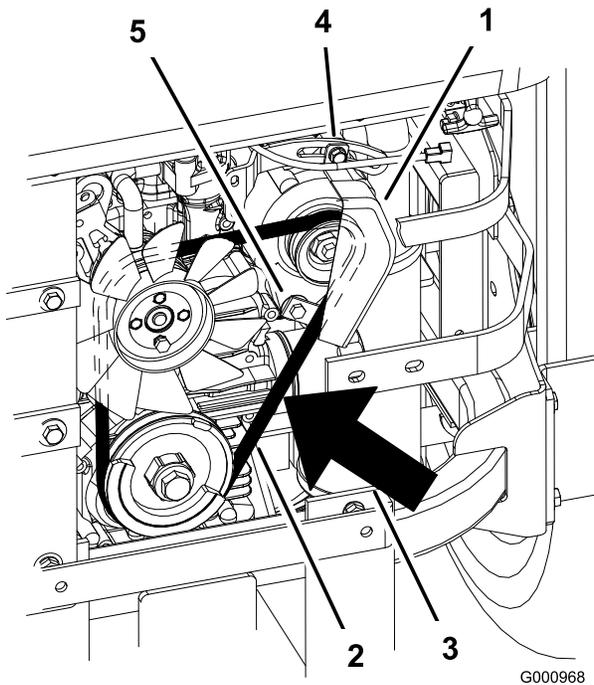

Figura 72
2. Regolate l'alternatore verso l'esterno fino ad ottenere una flessione della cinghia di 7-9 mm tra le pulegge del motore e dell'alternatore con una forza di 10 kgf (Figura 72).
5. Se la flessione è esatta, serrate i bulloni inferiore e superiore (Figura 72).